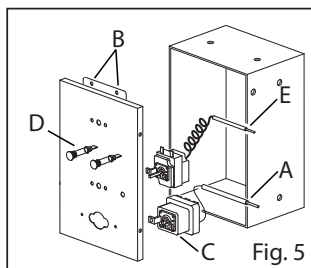

Fig. 5
- Remonte o bolbo da válvula do depósito (Fig. 5/A)
- Remova a tampa (Fig. 5/B)
- Desaparafuse o termostato da tampa e remova o termostato (Fig. 5/C)
- Remonte o bolbo da válvula do depósito (Fig. 5/E)
- Monte a nova lâmpada (Fig. 5/D)